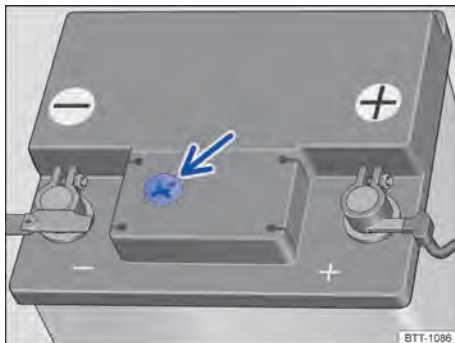

Fig. 170 En el compartimento del motor: ejemplo de posición del visor en el lado superior de la batería del vehículo.
- El visor redondo → fig. 170 en la parte superior de la batería del vehículo cambia de color dependiendo del nivel del electrolito.